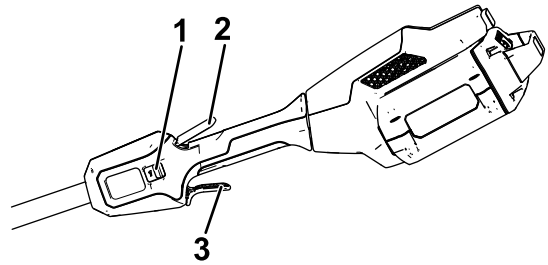

Figura 9
4. Para arrancar la desbrozadora, apriete el gatillo de bloqueo, luego apriete el gatillo de velocidad variable (Figura 9).